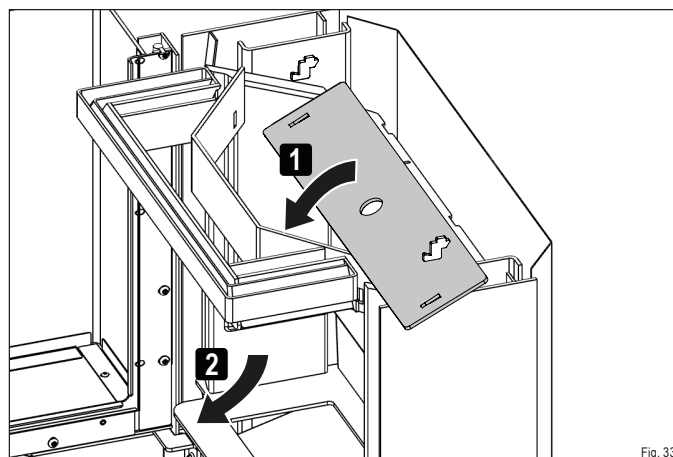

Fig. 33
- Pivotez le déflecteur acier inférieur et enlevez-le du foyer. (Fig. 33).